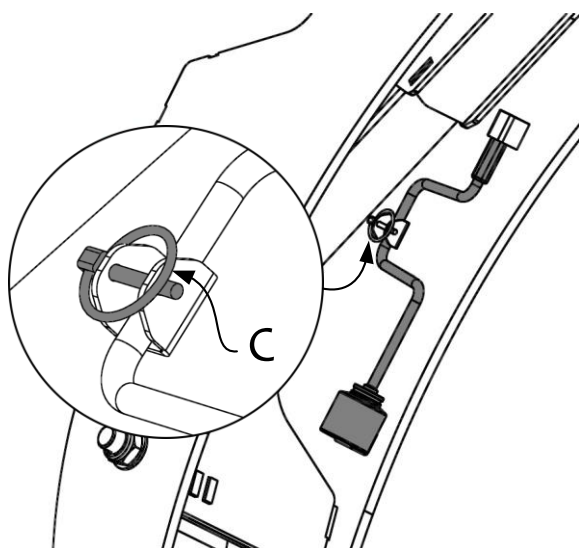

Fig. 2
2. Retirez la goupille d'arrêt (voir l'illustration détaillée à la Fig. 2) de la manivelle de réglage (C).
- Retirer la manivelle de réglage (C) de l'appareil (Fig. 2).
4. tourner la trappe de verrouillage (D) vers le haut sur la vis de réglage (E)